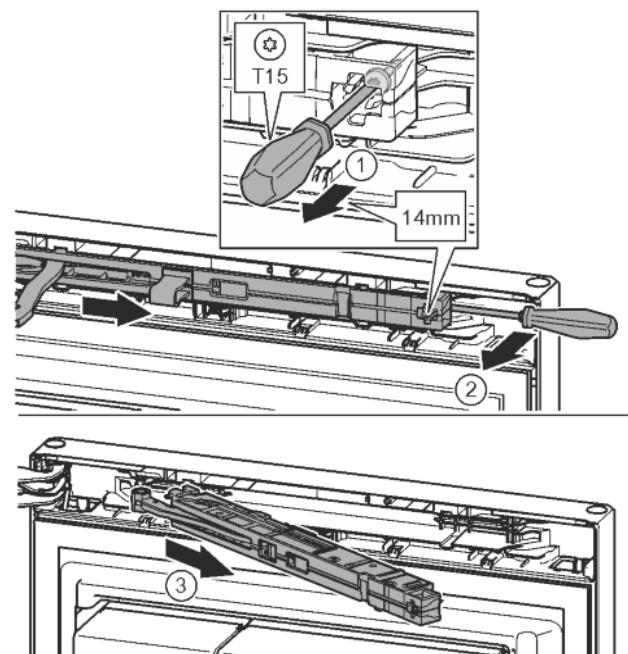

Fig. 11
- С отвертка T15 отвийте винта на блока на затварящия демпфер с ок. 14 mm. Fig. 11 (1)
- От страната на дръжката вкарайте отвертка зад блока на затварящия демпфер и завъртете напред. Fig. 11 (2)
- Издърпайте блока на затварящия демпфер. Fig. 11 (3)